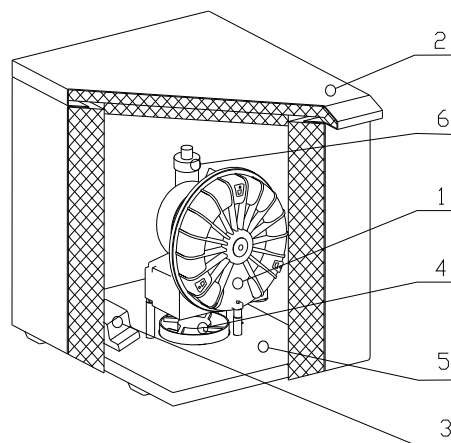

рис.1
Агрегат aspirатора (1) (рис.1) создает в пневматической распределительной сети частичный вакуум, при этом отсасывает чужеродные вещества из рабочего поля врача и направляет их в сепаратор зубной установки. Чистый воздух проходит после сепаратора через отсасывающий агрегат и далее выпускается через выходной шланг и глушитель шума прямой (6) в окружающую среду вне кабинета. Отсасывающий агрегат включается с помощью модуля управления (3) после подвода сигнала от установки (напряжением 24 В перем./пост. или включением выключателя- модель „Т“). Агрегат расположен на основании (5) над охлаждающим вентилятором (4), который создает в шкафчике (2) принудительную циркуляцию воздуха. Металлический шкафчик на ножках имеет шумопоглощающую изоляцию, при этом обеспечивается низкий уровень шума для окружающей среды, а с помощью вентилятора (4) и достаточный обмен охлаждающего воздуха, подводимого через щель между шкафчиком или основанием и полом. Охлаждающий воздух потом выдувается через отверстие в задней стенке шкафчика.